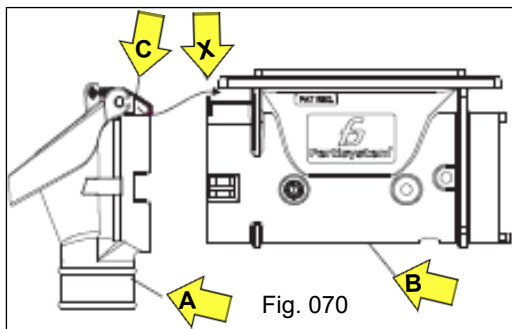
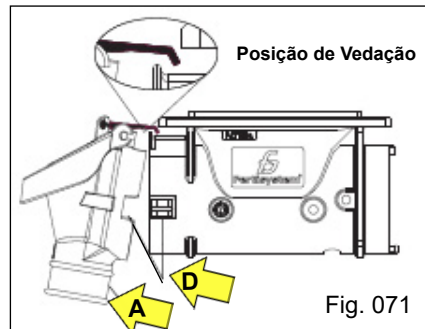
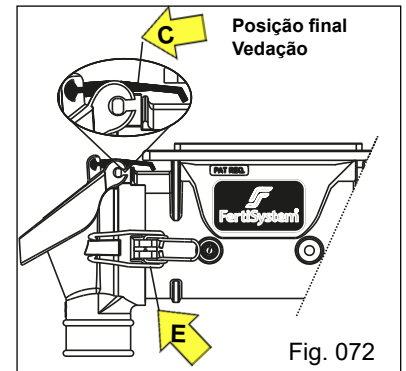

Fig. 070
Fig. 071
Fig. 072
Para realizar a montagem do conjunto do bocal "A", aproxime-o ao corpo principal "B", observando que a vedação "C", fique sobreposta ao ponto "X" do corpo principal "B" (Fig. 070). Para que isso ocorra, incline levemente o conjunto do bocal "A" (Fig. 071) e direcione aos encaixes "D" em ambos os lados, alinhando-os e fixando até o final. Após fixe com o fecho inox "E" (Fig. 072), girando até o travamento final em ambos os lados. Observe a posição final da vedação "C" (Fig. 072).
Ao realizar a operação de retirada do bocal, faça com cuidado o destravamento do fecho inox (E) (Fig. 072) para que não ocorra danos nas mãos pelo "efeito mola" proporcionado pelo mesmo.